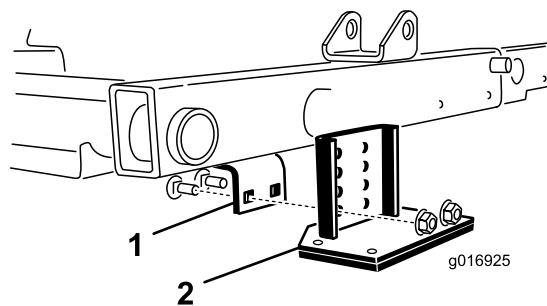

Рисунок 30
- 2. Найдите кронштейн рамы над центральным режущим блоком (Рисунок 30).
- 3. Нажимая передний валик центрального режущего блока вниз, определите, какие отверстия кронштейна опрокидывателя совпадают с отверстиями кронштейна рамы и обеспечивают такой же контакт валика при установленном кронштейне опрокидывателя (Рисунок 30).
- 4. Опустите режущие блоки и установите кронштейн опрокидывателя на кронштейн рамы с помощью 2 (двух) каретных болтов и гаек, поставляемых с механизмом опрокидывания валика (Рисунок 30).